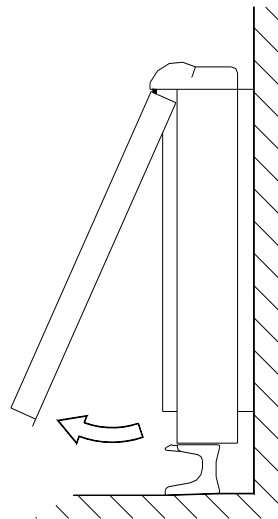

fig 2
3.- Retire el panel frontal quitando los dos tornillos de su parte inferior (Fig. 2).